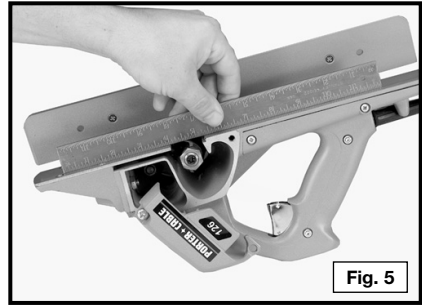

Fig. 5
3. Ponga una regla a través de la abertura del cortador para que esté en contacto con la suela (patín) delantera y la trasera como está ilustrado en Fig. 5. Gire el cortador a mano hasta que levante la regla a su altura máxima. Ahora, ajuste la palanca (C) hasta que la regla apenas toque la cuchilla del cortador y las dos suelas (soleras inferiores). El cortador ya está alineado para un corte de "cero".